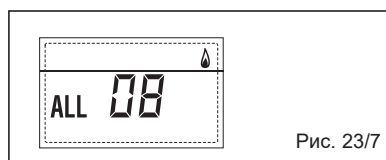

Рис. 23/7
– НЕПОЛАДКА ЦИРКУЛЯЦИИ ВОДЫ “ALL 09” (Рис. 23/8)